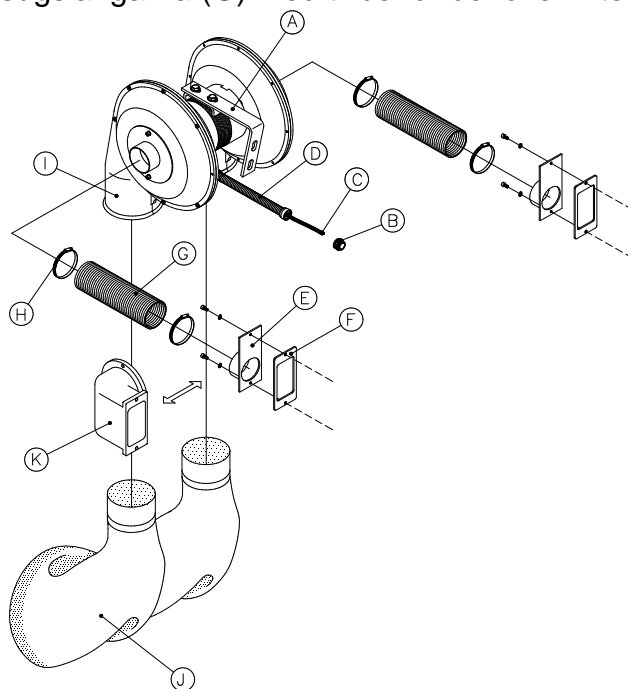

Fig. 4.1
Här följer en beskrivning hur KU 12 utsugningsenhet sätts ihop och monteras. Först monteras fästvinkeln (A) (se *Fig. 4.1*) på baksidan av maskinen EPB 312 och därefter på KU 12 motor som visas. Demontera blindlocken på maskinens EPB 312 baksida och fäst anslutningen (B). Demontera strömbrytaren på maskinen EPB 312 utan att lossa kablarna. Dra kabeln (C) genom kopplingen (B), och montera skyddsslangen (D) på anslutningen (B). Anslut kablarna från KU 12 utsugningsenhet på brytaren (se inkopplingschemat). Montera tillbaka brytaren. Demontera blindskydden på bandarmens kåpa och montera i stället skyddet (E) med utloppen. Kom också ihåg att montera korkbrickan (F). Justera sugslangarna (G) och fäst dem med låsringarna (H).